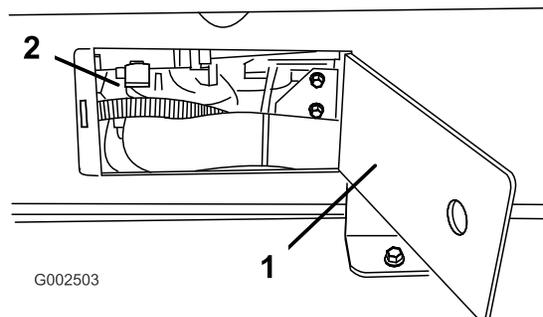

Bild 22
11. Öffnen Sie die beiden Zugangsplatten an beiden Seiten des Behältergestells und stellen Sie sicher, dass keine Schläuche oder Kabel gequetscht sind (Bild 22).